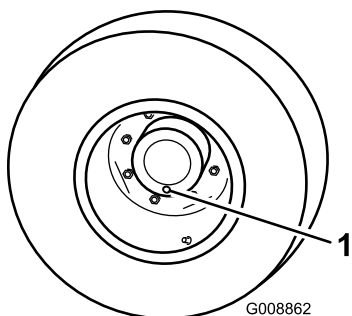

Figura 81
1. Com a roda posicionada de forma a que um tampão de verificação fique na posição mais inferior (6 horas) (**Figura 81**), estacione a máquina numa superfície plana, engate o travão de estacionamento, desça as plataformas do cortador, desligue o motor e retire a chave.